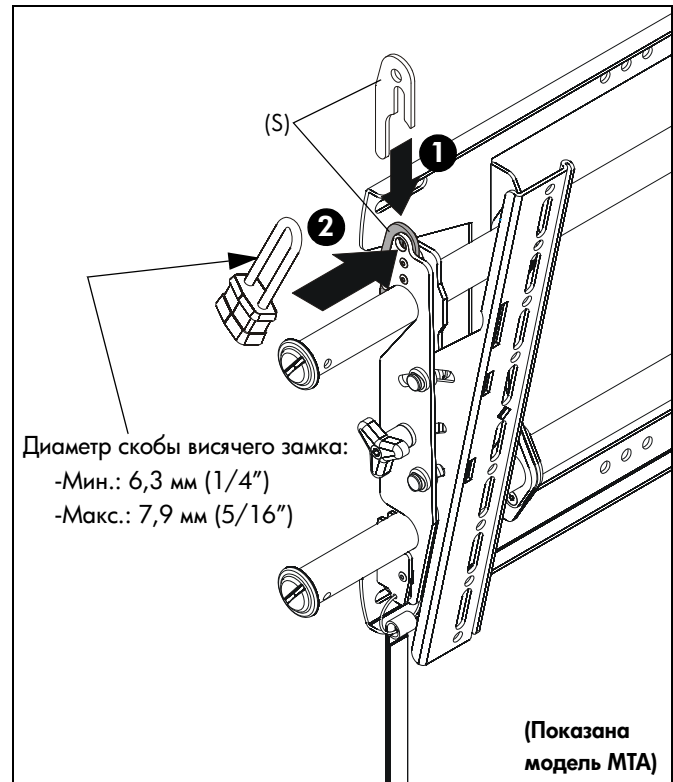

рис. 10
- Установка на крепление дополнительной защитной скобы (S или T). (См. рис. 10)